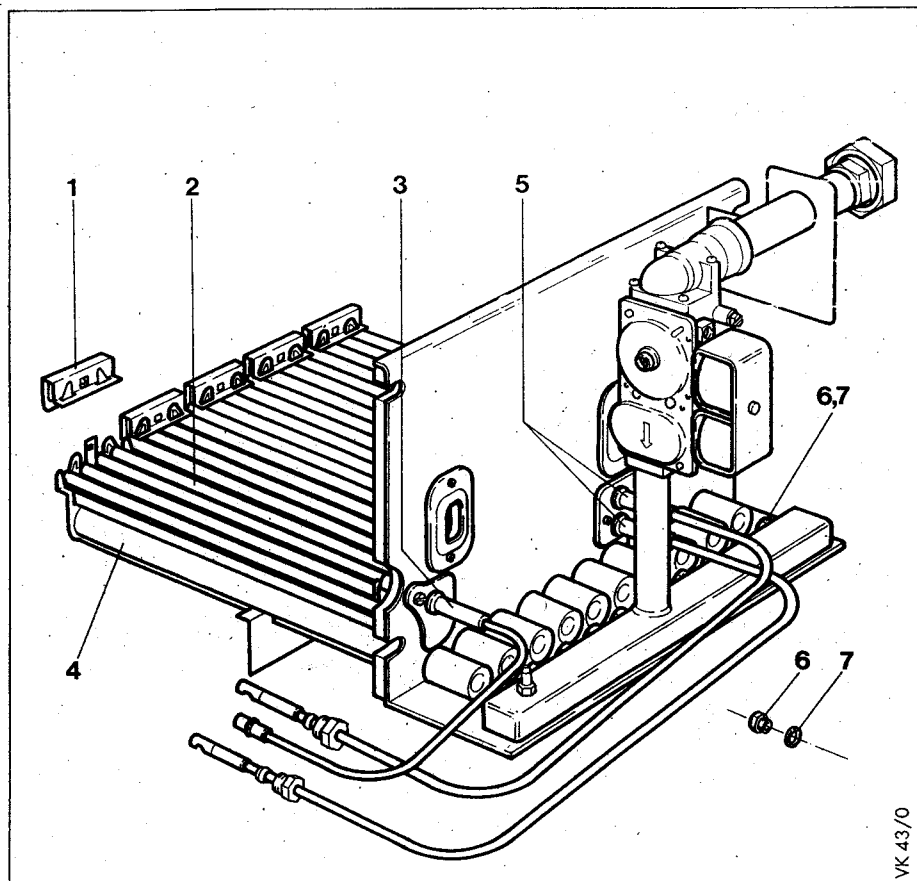

Рис.15
• Предохранитель тяги может быть снят после освобождения барашковых гаек (4) рис. 15 на стр. 33 и удаления транспортировочных клиньев (5). Предохранитель тяги может быть положен рядом с котлом. Чистку дымоходов производить только после демонтажа горелки.
Пояснения к рис.15
- △ *Крышки (2) ревизионных отверстий (3) должны быть закрыты. Проверить правильность положения пружины защелки (3). Рис. 15, стр. 33.*